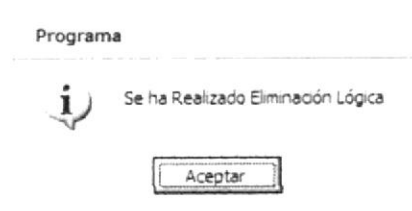

Figura 5.33 Mensaje de Eliminación de Programa
3. Si se ha realizado la eliminación aparecerá el mensaje (Ver figura 5.33)